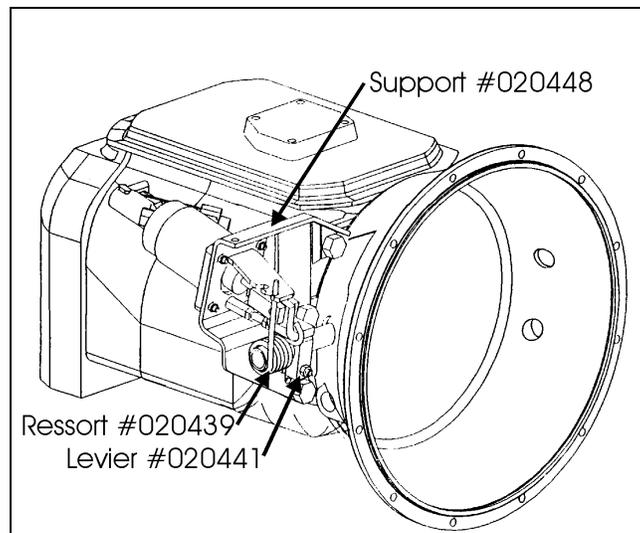

FIGURE 1: TRANSMISSION 6 VITESSES
1. Localiser le système de ressort situé sur la transmission à proximité de l'embrayage (voir figure 1 ou 2).
4. Installez le nouveau ressort tel qu'indiqué (voir figure 1 ou 2).